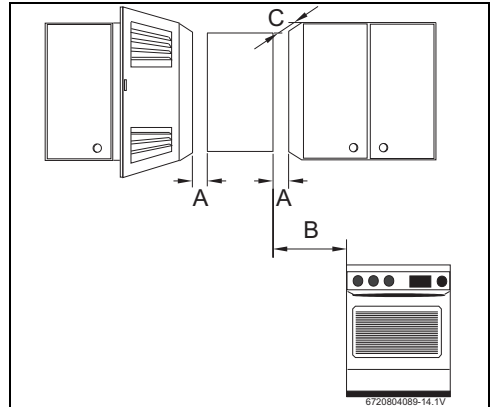

Fig. 20 Distancias mínimas
- ▶ Respetar las medidas mínimas de instalación indicadas en la Fig. 20.
- ▶ Garantizar un buen acceso para realizar los trabajos de mantenimiento respetando siempre las distancias mínimas indicadas en la Fig. 20.